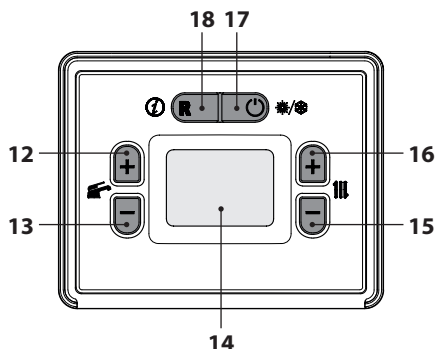

Figura 2.5
- Premere il tasto 17 fino a far apparire sul display il simbolo (Figura 2.5).
La temperatura dell'acqua calda di mandata riscaldamento è regolabile agendo sui tasti 15 (diminuzione) e 16 (aumento) (Figura 2.5) da un minimo di circa 38°C ad un massimo di circa 85°C (vedere "Selezione del set temperatura riscaldamento" a pag. 38). Alla prima pressione di uno dei due tasti si ha la visualizzazione del valore di "set", alla seconda pressione si accede alla modifica.
Comunque se la temperatura ambiente non dovesse essere confortevole si può aumentare o diminuire la temperatura di mandata dell'impianto riscaldamento di $\pm 15^{\circ}\text{C}$ agendo sui tasti 15 (diminuzione) e 16 (aumento) (Figura 2.5).
La temperatura dell'acqua calda sanitaria è regolabile agendo sui tasti 12 (aumento) e 13 (diminuzione) (Figura 2.5) da un minimo di circa 35°C ad un massimo di circa 60°C . Alla prima pressione di uno dei due tasti si ha la visualizzazione del valore di "set", alla seconda pressione si accede alla modifica.